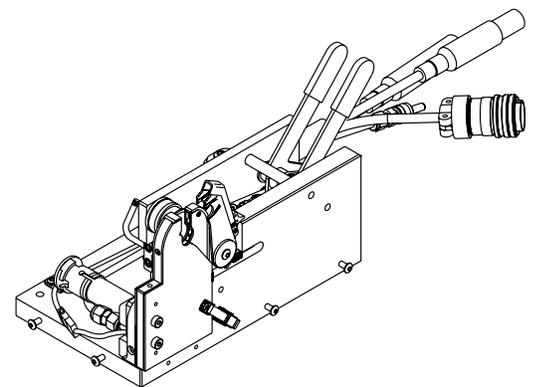

図 57：サイド・プレートを再度取り付ける
18. ハンドルを「tool exchange (ツール交換)」位置から「not locked/closed (ロック解除/閉)」位置に動かします。図 57 をご参照ください。